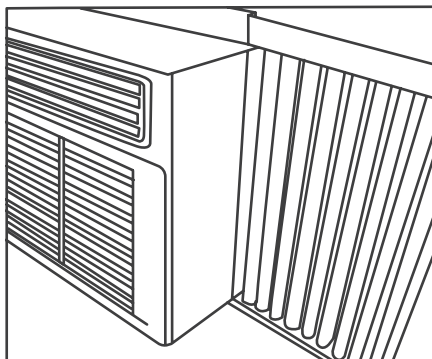

Fig.4
- Una vez que el panel se haya instalado en el costado del gabinete, asegúrese de que se asiente de manera segura dentro del canal del marco haciendo pequeños ajustes. Deslice los extremos superior e inferior del marco en los rieles superior e inferior del gabinete. Vea la Fig.4.